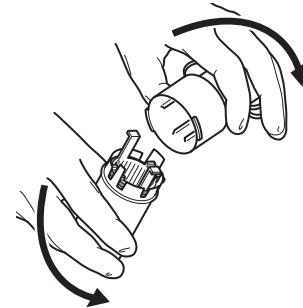

図9 マニホールドの蓋の取り外し
- 手術手技の終了後はマニホールドの蓋を外してください(図9)。